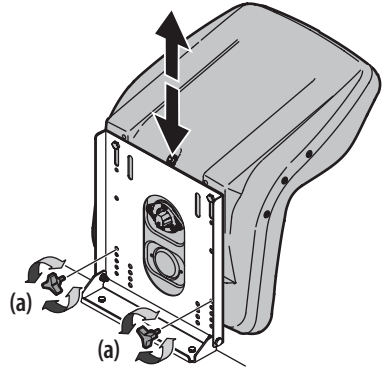

Figure 17
3. Remplacez les boutons dans l'un des quatre trous et serrez solidement. Consultez la Figure 17.